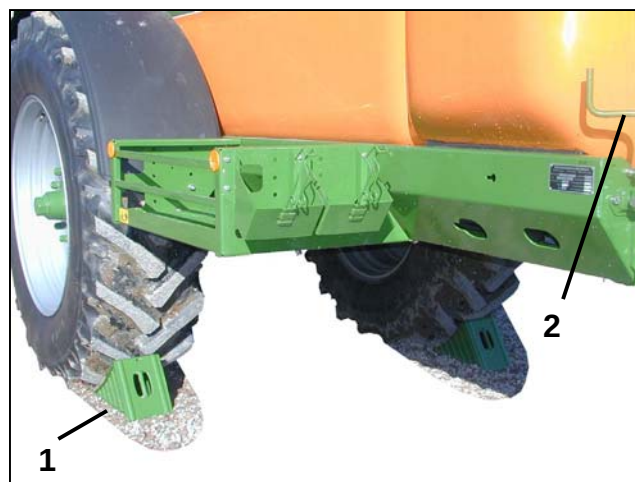

Fig. 5.9
- Parkeringsbremse (fig. 5.9/2) løsnes: